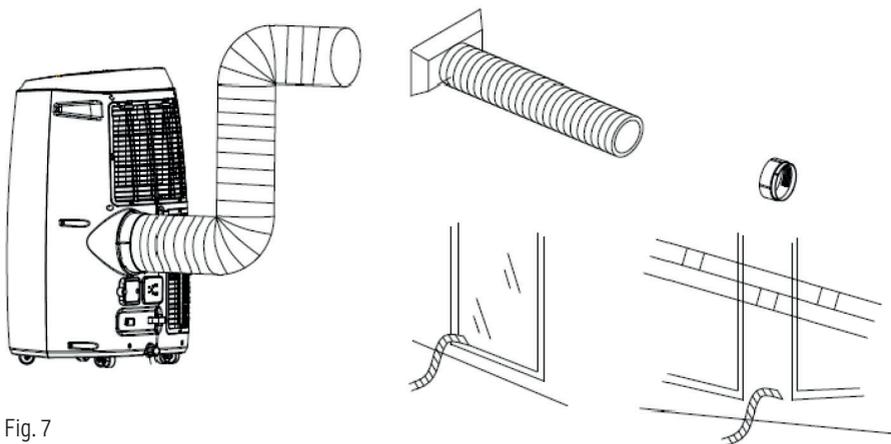

Fig. 7
– Inserire il fermo quadrato nell'apertura sul retro del condizionatore (Fig. 7).